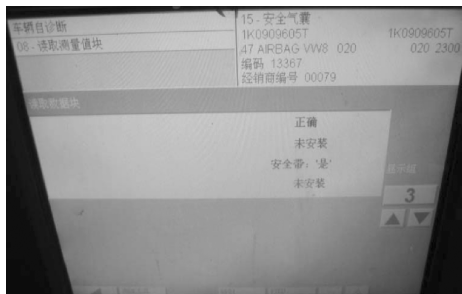

图 4-128 数据流分析
2) 数据流分析。选择 15-08-03 组时，第 4 区显示为“未安装”。第 4 区显示的是副驾驶人侧安全带开关的状态，如图 4-128 所示，不正常。第 3 区驾驶人侧安全带开关插上时和断开时分别显示为“安全带：是”和“安全带：否”，正常。